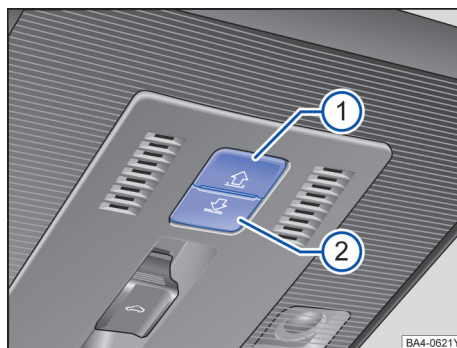

图 66 在顶篷中：遮阳卷帘的按钮
按钮→图 66 ①和②设有 2 挡位置。1 挡位置：可完全或部分打开或关闭遮阳卷帘。